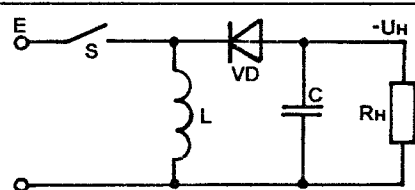

Рис.16
- реверсирующий — РНІІІ (рис.16) с емкостной фильтрацией, импульсным потреблением и передачей энергии.